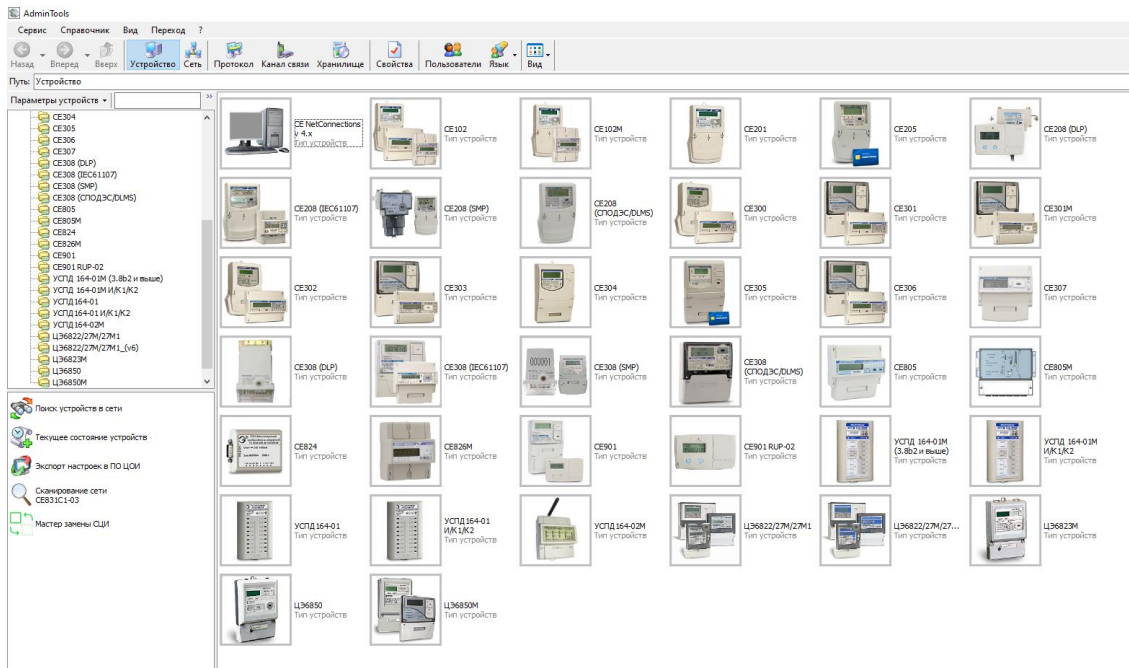

Рисунок 40 - Вид окна программы для выбора типа счётчика
5.3.3.12 Выбрать тип устройства: «CE208 (СПОДЭС/DLMS)» для CE208 и «CE308 (СПОДЭС/DLMS)» для CE308 (в дальнейшем CEx08 (СПОДЭС/DLMS)) (см. рисунок 40).